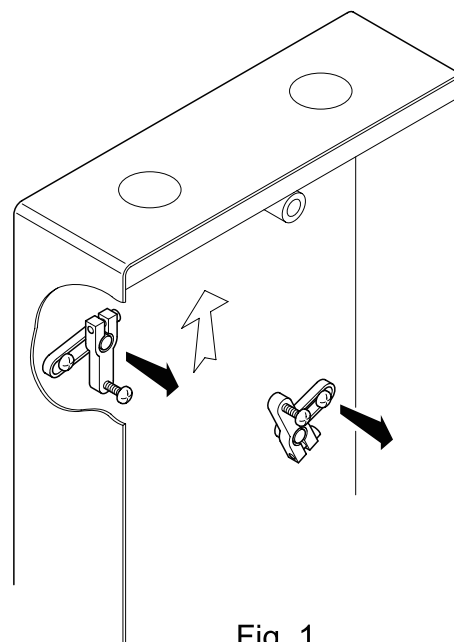

Fig. 1
- 1. Dopo aver murato la scatola da incasso rimuovere, se presenti, le staffe di fissaggio dal fondo della pulsantiere (fig. 1)
- 1. Après avoir muré la boîte d'encastrement enlever, si présentes, les brides de fixation du fond de la plaque (fig. 1)
- 1. Nach dem UP-Gehäuse gemauert ist, entfernen, wenn sie da sind, die Befestigungsbügel vom Boden der Tasterplatte (Bild 1)